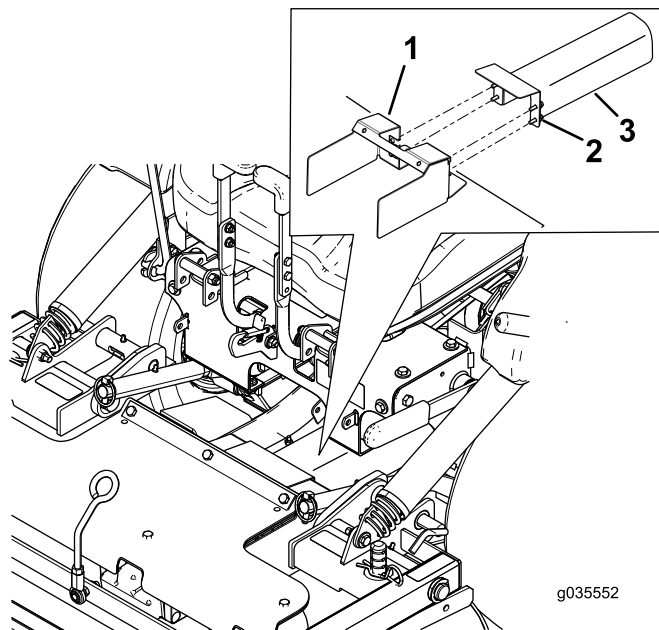

Bild 9
5. Lösen Sie die Schrauben und nehmen die in Bild 9 abgebildeten Metallschutzvorrichtungen ab.
2. Befestigen Sie die Metallschutzvorrichtungen und Schrauben, wie in Bild 9 abgebildet.